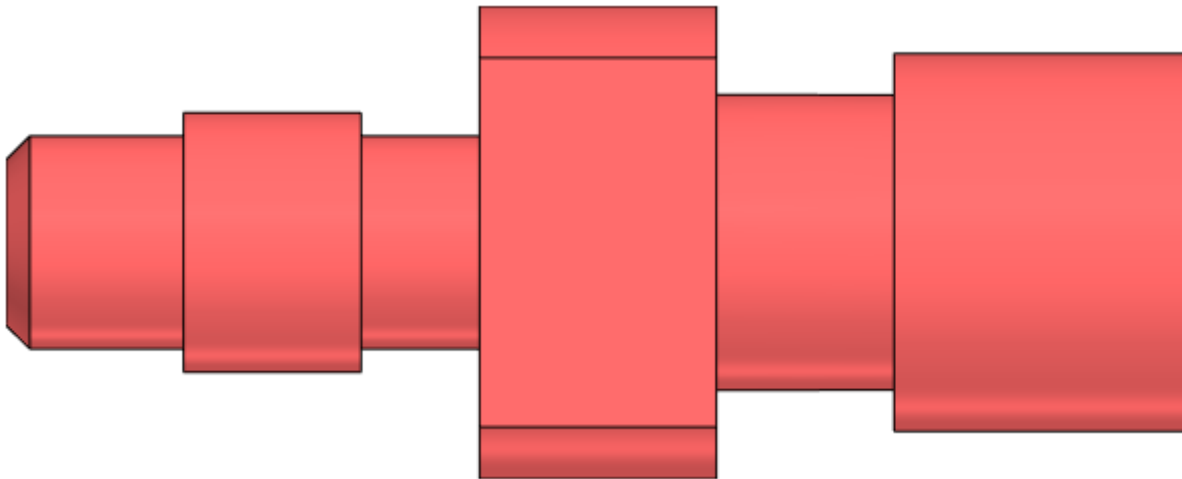

Рис. 1 – Главный вид (спереди) детали
1. Смоделируйте деталь (рис. 1, 2, 3, 4) в соответствующей программе
2. Габаритные размеры ступеней приведены в таблице (ступени считаем слева направо по рис. 1).